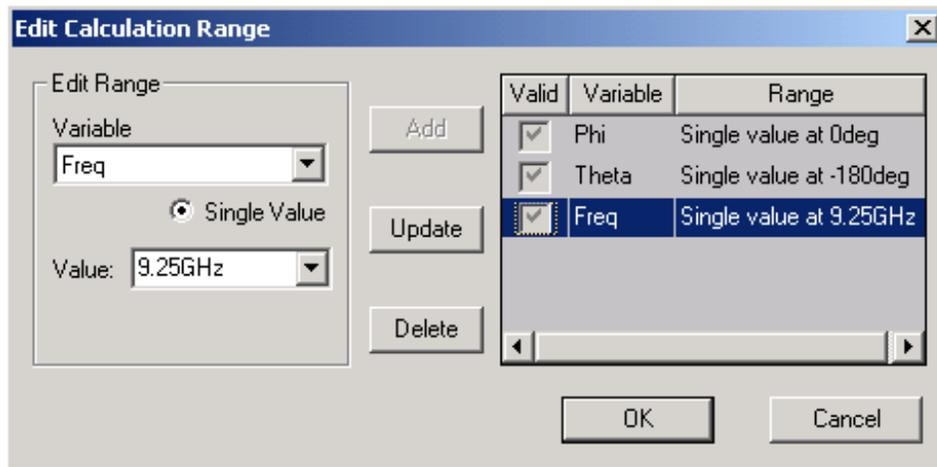

Рис. 12.11. Установка и редактирование диапазона изменения переменных
2. Нажмите **Edit Cal. Range**. Появляется окно **Edit Calculation Range** (рис. 12.11).